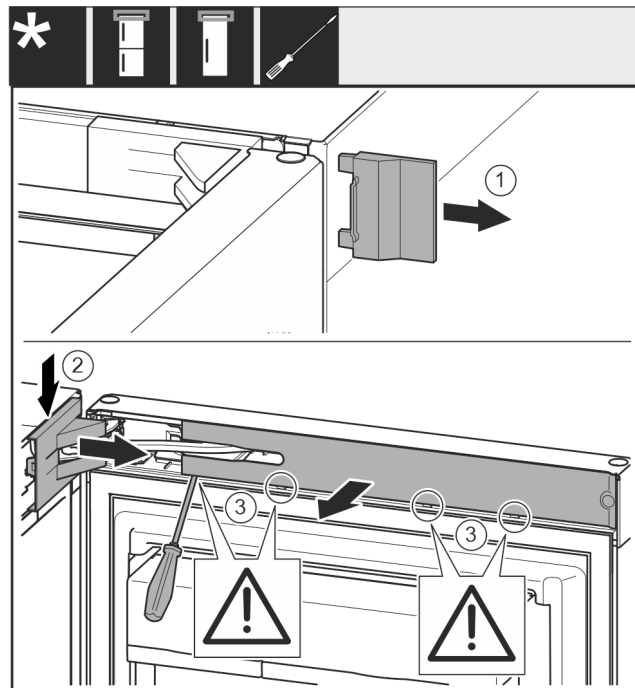

Fig. 8
- ▶ Zdjąć zewnętrzną osłonę. Fig. 8 (1)
- ▶ Wyczepić i poluzować osłonę płytki zawiasu. Zdjąć osłonę płytki zawiasu. Fig. 8 (2)
- ▶ Przy pomocy śrubokręta wyczepić zaślepkę i odchylić w bok. Fig. 8 (3)